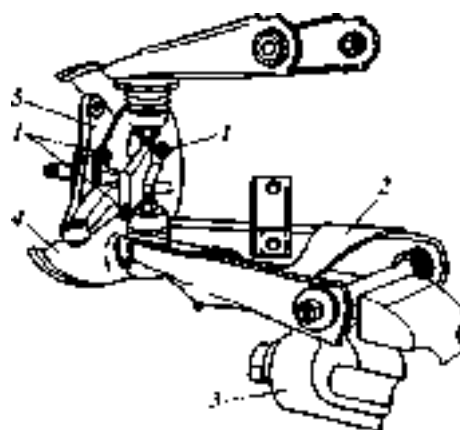

Рис. 9.1. Узел подвески левого колеса, закрепленный на верстаке для разборки:
Иллюстрационный материал: учебные плакаты, рис. 9.1—9.5..
- Закрепите узел подвески одного колеса в тиски, за ось нижнего рычага (рис. 9.1).
Иллюстрационный материал: учебные плакаты, рис. 9.1—9.5.